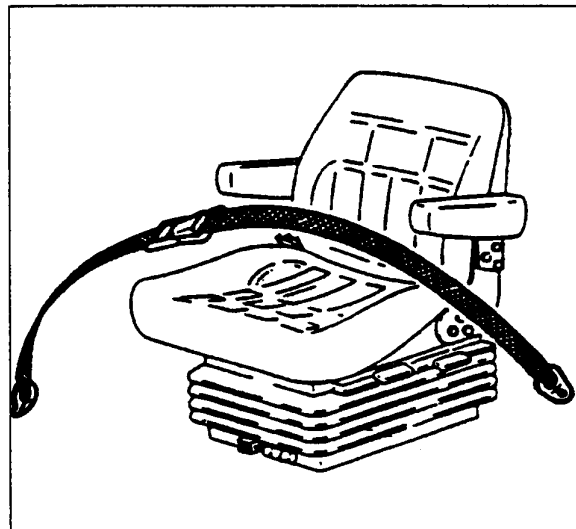

Fig. 2-2
- Use siempre los cinturones de seguridad, regulados bien ajustados - a menos que opere sin el bastidor de seguridad o con el mismo en posición baja (Fig. 2-2).